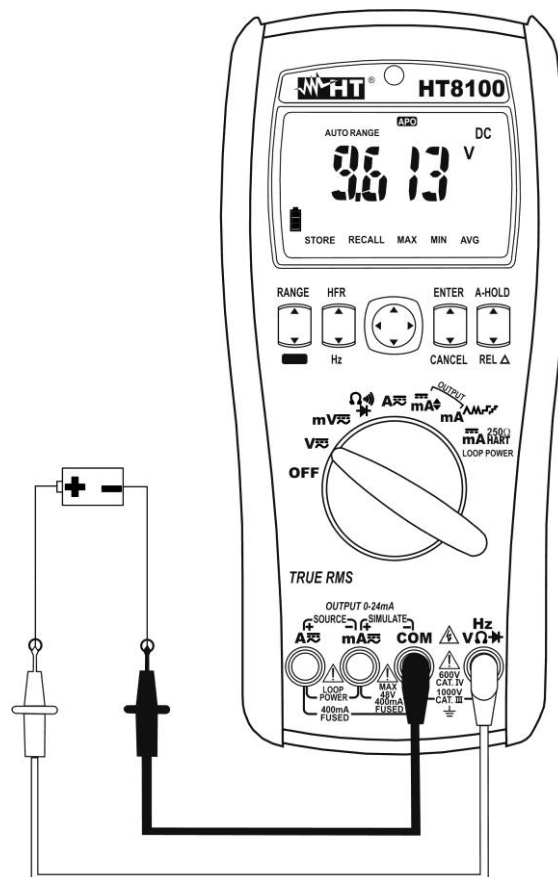

Abb. 2: Verwendung des Gerätes für Gleichspannungsmessung
5. Kontaktieren Sie die beiden Prüfspitzen der roten Messleitung und der schwarzen Messleitung mit positivem und negativem Potenzial des zu messenden Kreises (siehe **Abb. 2**). Der Spannungswert erscheint auf dem Display.